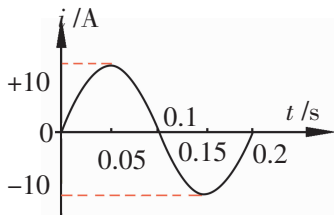

图 2-3-3
- 如图 2-3-3 所示是某正弦式电流的电流图象，根据图象求出它的周期、频率和电流的峰值、有效值。